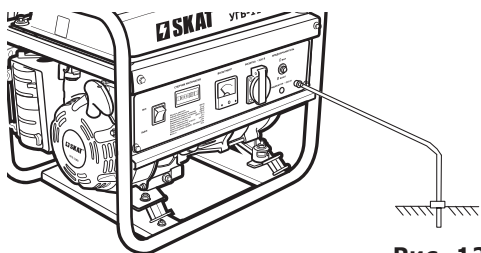

Рис. 12
- Проверьте заземление генератора (**рис. 12**). Следуйте требованиям правил установки заземления, описанным в пункте 3.1.4 «Заземление» настоящего руководства.